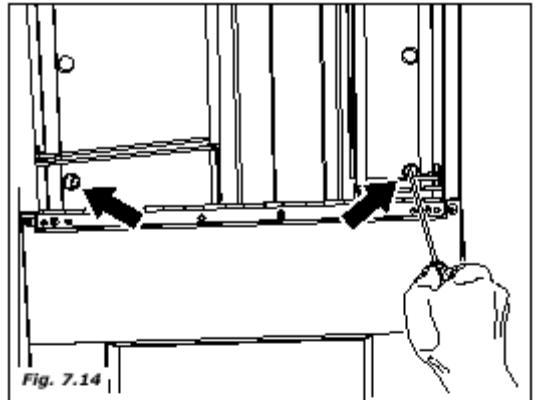

Fig. 7.14
- внутри отделения для чашек найдите два боковых отверстия, в которых закручены винты (рис. 7.14). С помощью отвертки «звездочка» с длинной ручкой выкрутите винты, но не вынимайте их.